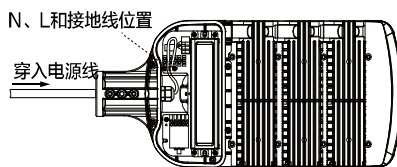

图2
3. 将电源线（线缆外径 $\phi 7-\phi 12\text{mm}$ ）从灯具尾部电缆固定头中穿入灯具，按照接线标识分别接好电线中N、L和接地线（图2）；